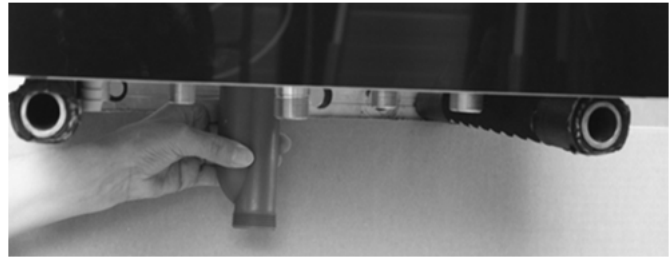
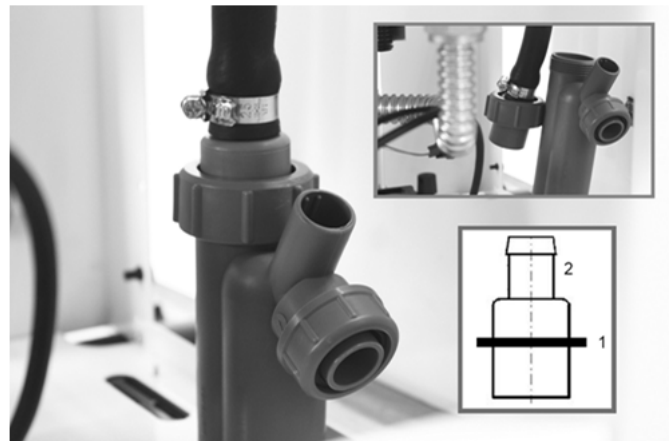

Abb. 8: Herausziehen des Siphons
Abb. 9: Montage Schlauchanschluss
- ➔ Ziehen Sie den Siphon vorsichtig aus dem Gerät heraus, bis der Schlauchanschluss montiert werden kann (s. Abb. 8 und Abb. 9).